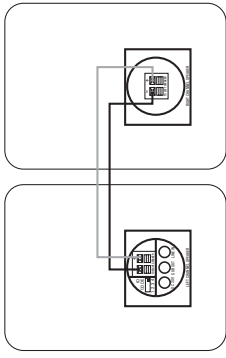

Figure 3.
Étape 3. Branchez le câble d'enceinte (inclus) entre les terminaux à poussoir de l'enceinte active **6** et les terminaux à poussoir à l'arrière de l'enceinte passive **10**. Voir la Figure 3. Veuillez noter que le câble d'enceinte fourni possède un fil rayé polarisé pour aider à distinguer ses deux conducteurs. Utilisez ce fil rayé polarisé pour vous assurer de brancher le terminal positif (+) d'une enceinte au terminal positif (+) de l'autre enceinte, et le terminal négatif (-) à l'autre terminal négatif (-). Cela n'a aucune importance que le fil rayé polarisé raccorde les terminaux positifs (+) ou négatifs (-).
Étape 3. Branchez le câble d'enceinte (inclus) entre les terminaux à poussoir de l'enceinte active **6** et les terminaux à poussoir à l'arrière de l'enceinte passive **10**, comme indiqué à la Figure 3. Veuillez noter que le câble d'enceinte fourni possède un fil rayé polarisé pour aider à distinguer ses deux conducteurs. Utilisez ce fil rayé polarisé pour vous assurer de brancher le terminal positif (+) d'une enceinte au terminal positif (+) de l'autre enceinte, et le terminal négatif (-) à l'autre terminal négatif (-). Cela n'a aucune importance que le fil rayé polarisé raccorde les terminaux positifs (+) ou négatifs (-).
Étape 3. Branchez le câble d'enceinte (inclus) dans les terminaux à pousser de l'enceinte active ⑥ et dans les terminaux à pousser à l'arrière de l'enceinte passive ⑩, comme indiqué à la Figure 3. Veuillez noter que le câble d'enceinte fourni possède un fil rayé polarisé pour aider à distinguer ses deux conducteurs. Utilisez ce fil rayé polarisé pour vous assurer de brancher le terminal positif (+) d'une enceinte au terminal positif (+) de l'autre enceinte, et le terminal négatif (-) à l'autre terminal négatif (-). Cela n'a aucune importance que le fil rayé polarisé raccorde les terminaux positifs (+) ou négatifs (-).